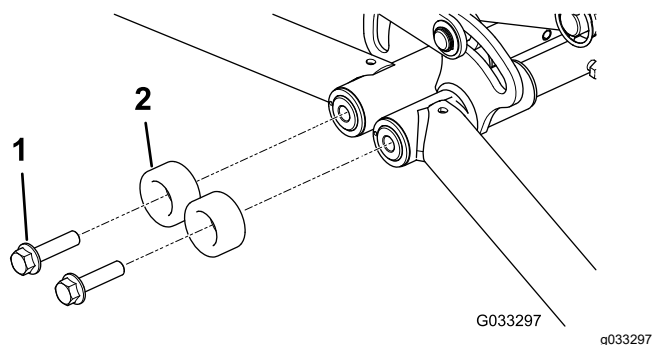

Figura 21
2. Retire los pernos con arandela prensada existentes y los topes redondos (Figura 21).